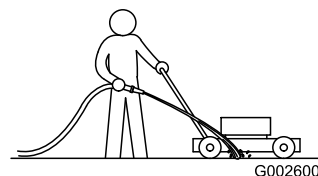

Bild 47
1. Lassen Sie den Motor auf einer flachen, befestigten Oberfläche laufen und sprühen Sie Wasser vor das **rechte** Hinterrad (Bild 47).